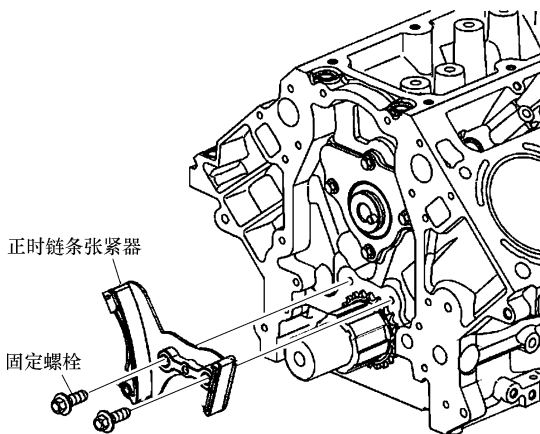

图 20-7 正时链条张紧器和固定螺栓识别
- 9) 拆卸正时链条张紧器固定螺栓和张紧器, 如图 20-7 所示。